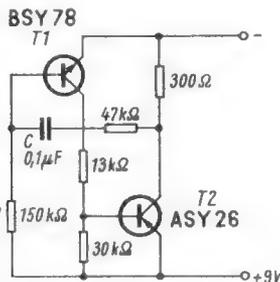

Bild 1. Impulsgenerator mit Komplementär-Transistoren; R und C sind die frequenzbestimmenden Elemente
Bild 1 zeigt eine solche Schaltung in üblicher Dimensionierung. Beim Untersuchen dieser Anordnung auf ihre Eignung als Impulsgenerator mit großer Frequenzvaria-
1) invers = umgekehrt; im vorliegenden Fall wird der Transistor T1 in umgekehrter Richtung wie in Bild 1 betrieben.